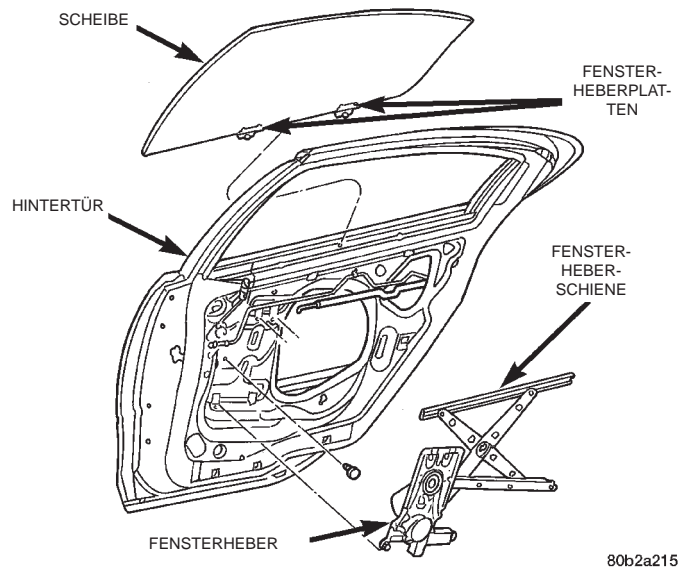

Abb. 78 Fensterheber/Hintertür
- (1) Dreieckige Lautsprecherverkleidung, Türverkleidung und Wasserschutzfolie nach Bedarf abbauen und die Halterung des herausnehmbaren Einsatzes abziehen.
- (2) Scheibe aus der Fensterheberschiene herauschieben (Abb. 78).
- (3) Steckverbinder der elektrischen Fensterheber abziehen.
- (4) Befestigungsschraube lösen, mit der die Scherenheberführung am Türblech befestigt ist.
- (5) Befestigungsschraube lösen und die Schraubenköpfe aus den schlüssellochförmigen Langlöchern im Türblech herausziehen.
- (6) Befestigungsschrauben lösen, mit denen die Fensterheberstrebe im Türblech befestigt ist.
- (7) Befestigungsschraube lösen, mit der der Fensterheber am Türblech befestigt ist.
- (8) Fensterheber vom Türblech lösen.
- (9) Fensterheber nach hinten schieben und das vordere Ende der Fensterheberschiene durch die Zugangsöffnung im Türblech drehen.